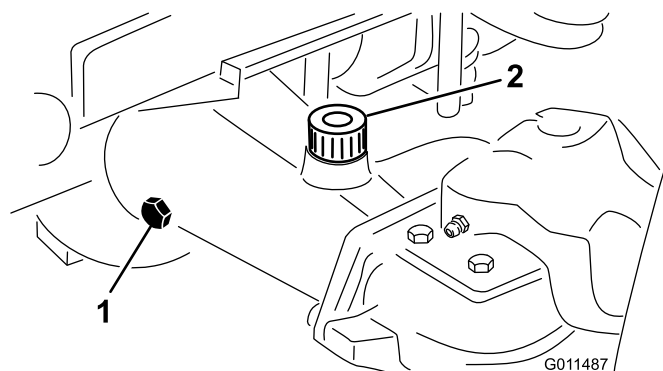

Рисунок 63
2. Снимите контрольную пробку с одного конца моста и убедитесь, что масло доходит до нижнего края отверстия (Рисунок 63).